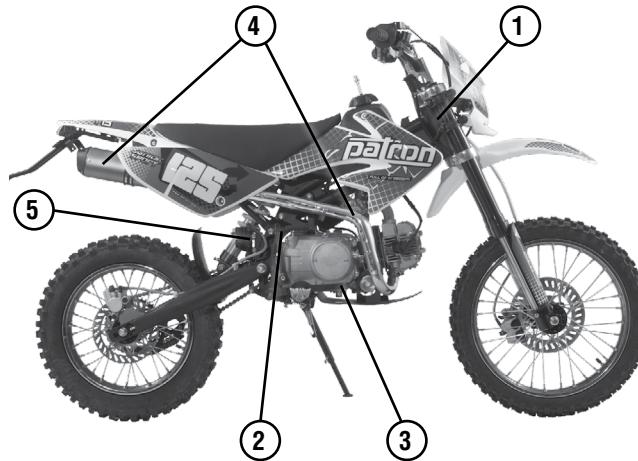

Рис. 3 Вид справа
**Педаль кик-стартера** (рис. 3 поз. 2). Для пуска двигателя включите нейтральную передачу, откиньте педаль кик-стартера, энергично нажмите на нее ногой вниз. После пуска двигателя возвратите педаль кик-стартера в исходное положение.